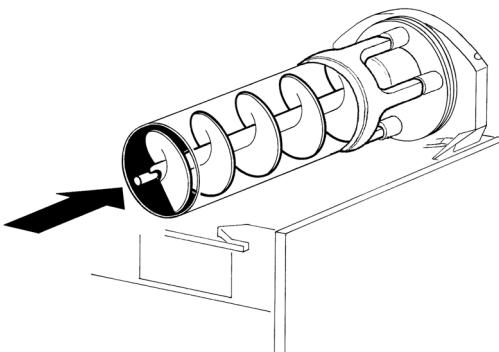

figure 15
- 4 Introduire l'hélice intérieure dans l'évaporateur en veillant à l'accompagner jusqu'au fond mais en évitant qu'elle heurte la paroi postérieure (voir figure 15).